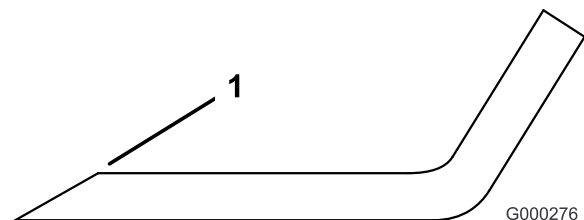

Figura 32
3. Esaminare i taglienti di tutte le lame, e affilatele se fossero ottusi o scheggiati. Affilate soltanto la parte superiore del tagliente e mantenete l'angolo di taglio originale per garantire l'affilatezza (Figura 32). La lama rimane bilanciata soltanto se viene rimossa una quantità uguale di metallo da entrambi i taglienti.